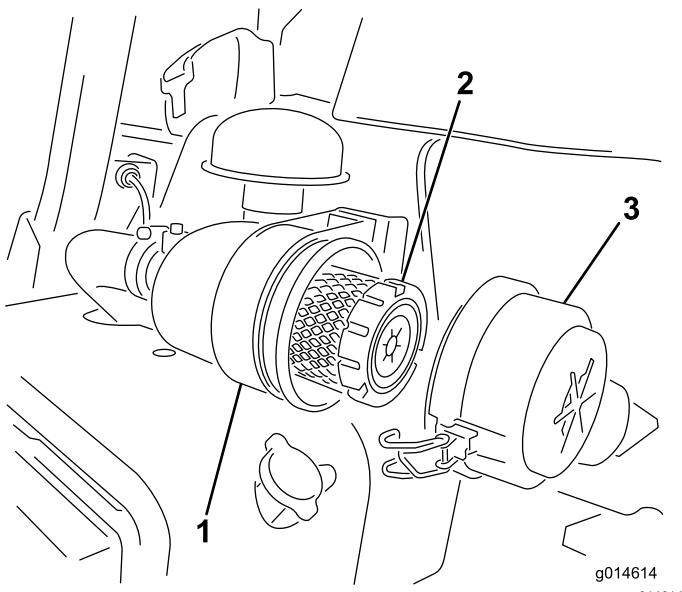

Bild 28
1. Lösen Sie die Riegel, mit denen die Abdeckung des Luftfilters am Luftfiltergehäuse befestigt ist (Bild 28).
7. Befestigen Sie die Laschen (Bild 28).